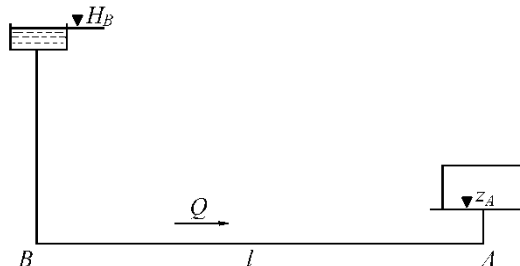

Рис. 2
3. Определить диаметр трубопровода для подачи 15 л/с воды от водонапорной башни  $B$  до предприятия  $A$  (рис. 2) при длине трубопровода  $l = 1000$  м, отметке уровня воды в башне  $H_B = 32$  м, геодезической отметке в конце трубопровода  $z_A = 2$  м и свободном напоре  $H_{св} \geq 12$  м, если трубы:
Перепад уровней в пьезометрах до сужения ( $D_1 = 0,1 \text{ м}$ ) и в узкой горловине ( $D_2 = 0,05 \text{ м}$ ) в трубе круглого сечения, в которой установлен водомер Вентури, составляет  $0,4 \text{ м}$ . Ускорение свободного падения принять равным  $10 \text{ м/с}^2$ ,  $\pi = 3,14$ . При входе в узкую горловину водомера, приведенного на рис. 2,
Перепад уровней в пьезометрах до сужения ( $D_1 = 0,1$  м) и в узкой горловине ( $D_2 = 0,05$  м) в трубе круглого сечения, в которой установлен водомер Вентури, составляет 0,4 м. Ускорение свободного падения принять равным  $10 \text{ м/с}^2$ ,  $\pi = 3,14$ . На рис. 2 постепенное расширение называется...